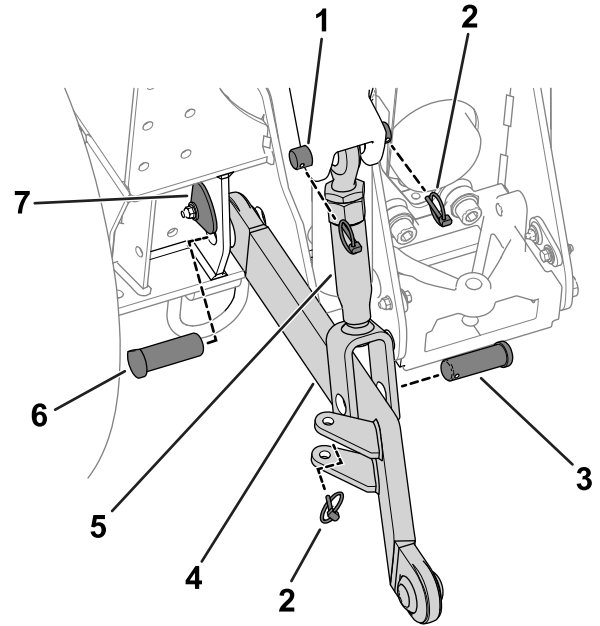
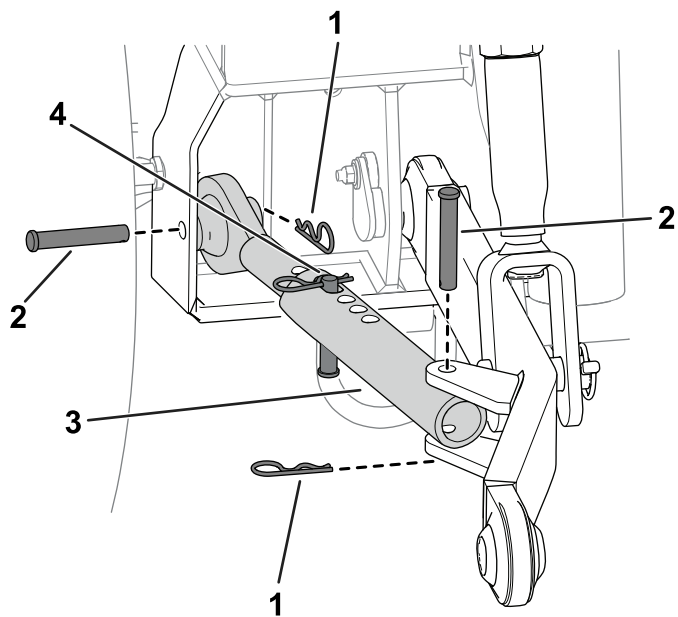

Bild 3
Bild 4
Hinweis: Bild 3 und Bild 4 stellen die Lenkerinstallation auf der linken Seite der Maschine dar. Wiederholen Sie diese Schritte für die rechte Seite der Maschine.
- Verwenden Sie einen Hebelenkerstift und zwei Klappstecker, um den Hebelenker an den Hubarmen der Maschine zu befestigen (Bild 3).
- Heben Sie die Stiftplatte (Bild 3) an, um den Stift freizulegen.
- Entfernen Sie den unteren Stift (Bild 3).
- Positionieren Sie den Unterlenker, wie in Bild 3 abgebildet.
- Den unteren Stift durch den Rahmen und dem Unterlenkergelenk (Bild 3) stecken.
- Verwenden Sie einen Lastösenbolzen und einen Klappstecker, um den Hebelenker am Unterlenker zu befestigen (Bild 3).
- Verwenden Sie einen Lastösenbolzen und einen Splint, um die Schwenklenker am Maschinenrahmen zu befestigen (Bild 4).
5. Verwenden Sie einen Lastösenbolzen und einen Splint, um den Schwenklenker am Unterlenker zu befestigen (Bild 4).
6. Setzen Sie einen Lastösenbolzen und einen Splint an den Schwenklenker ein (Bild 4).